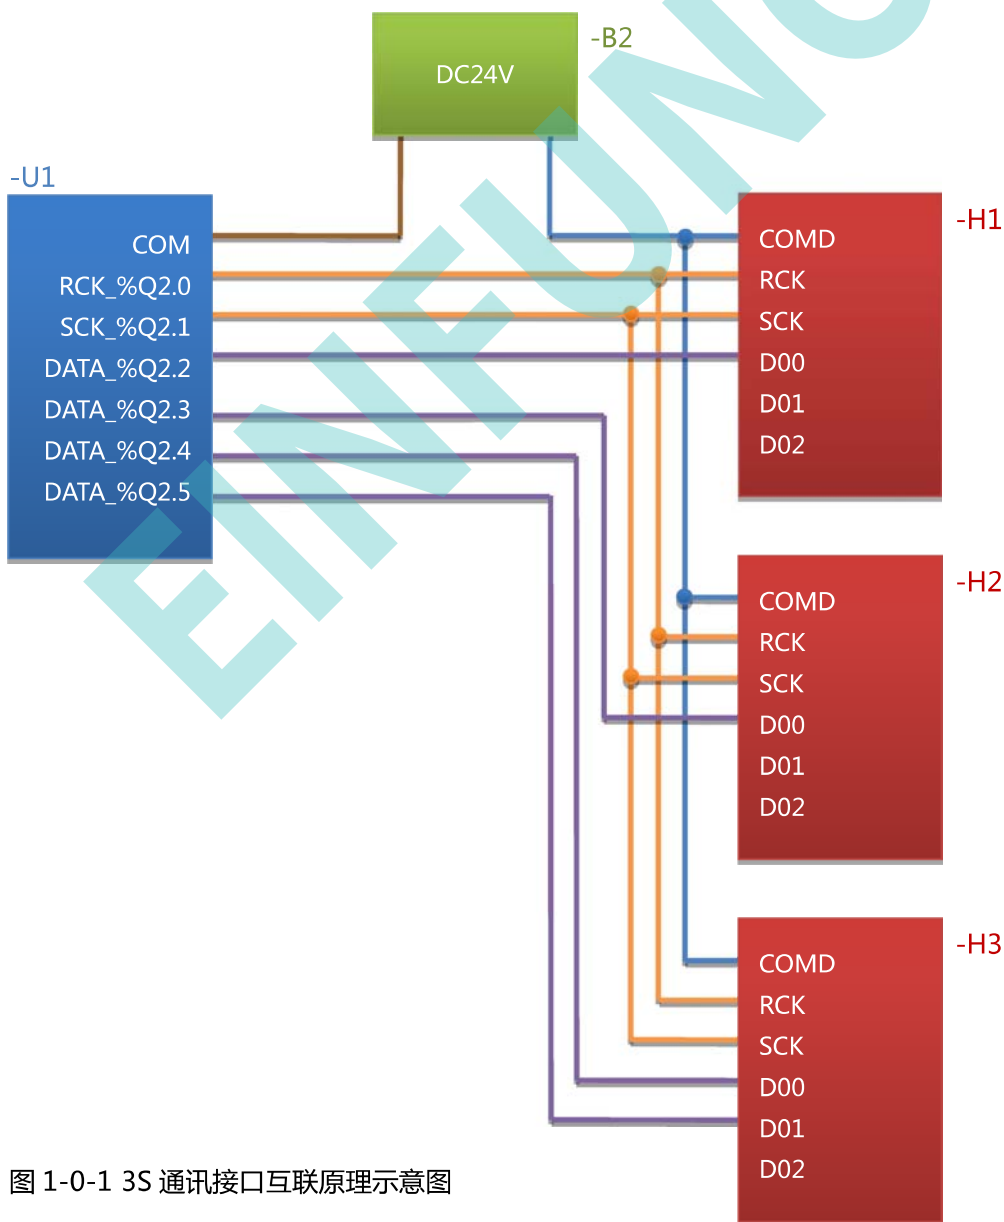

图 1-0-1 3S 通讯接口互联原理示意图
通讯接口的外部设备上，使这些设备对接收到的数据进行进一步的处理，如图 1-0-1 所示。这项技术由任志兵
于 1995 年发明研制，在当年申请并实施了实用新型专利：ZL95226265.7。在图 1-0-1 中：
任选 PLC-U1 三个晶体管输出点作为最基本的 3S 通讯接口，如图 1-0-1 中所示的%Q2.0、%Q2.1 和%Q2.2
样能够保证传送速度不变。如图 1-0-1 中，-H3 外设需要接收双整数数据（32Bits），PLC-U1 需要两个数据输
- ❖ 3S 通讯线路电源就是图 1-0-1 中的-B2 电源，DC24V。它与各设备的 COM/COMD 的连接方向取决于 PLC-U1 的 DO 晶体管/场效应管的有效电流方向：